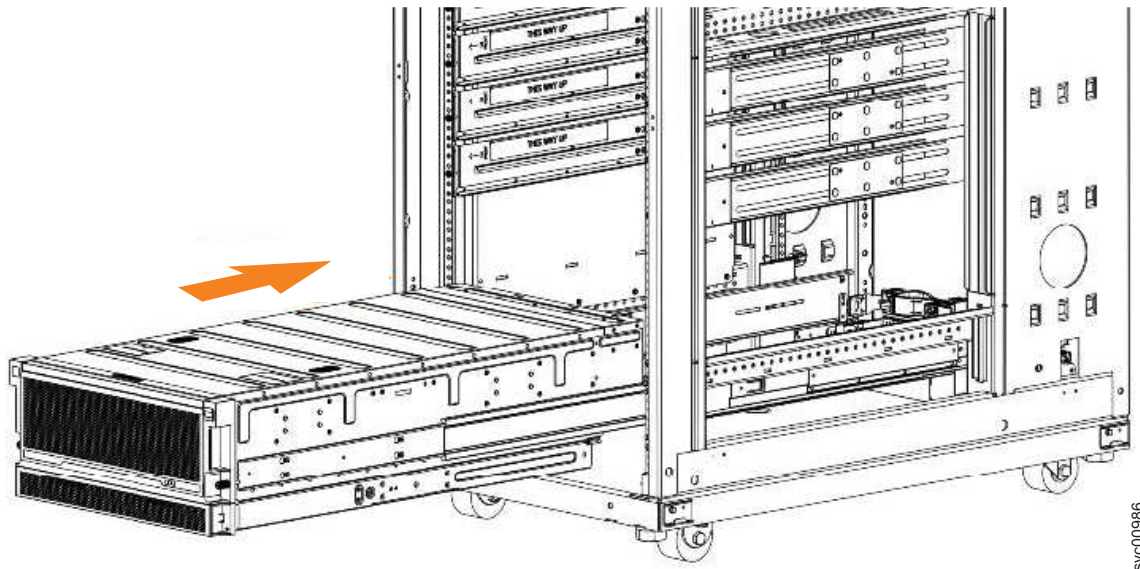

Abbildung 60. Gehäuse in Rack installieren (Beispiel)
- Installieren Sie das Erweiterungsgehäuse immer in der niedrigsten Position im Rack. Abb. 60 zeigt ein Beispiel.